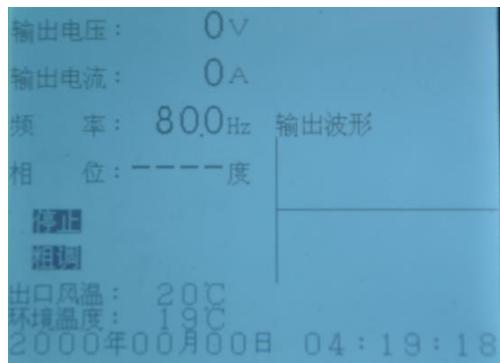

图 24 HMCXZW 变频电源装置停止后显示
7.4.5 在按动“停止”按钮后，变频电源装置先跳开回路开关，切断高压回路电源。5秒钟后，停止风扇电源。在此过程中，变频电源装置内部储存的电荷得到释放见图 24。